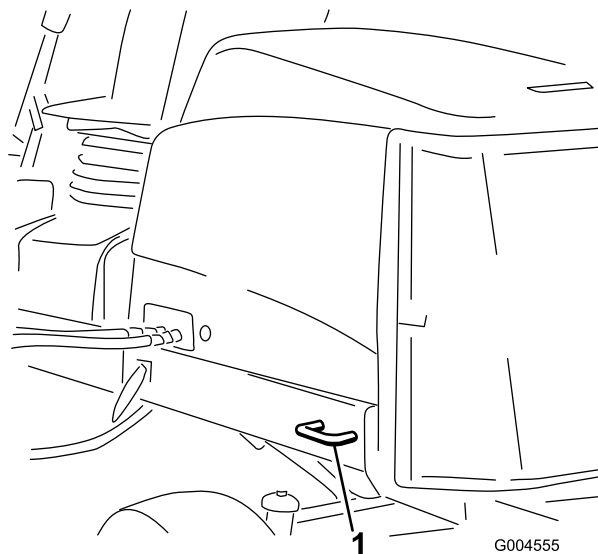

Figura 41
- **Parte posteriore della macchina** – Ogni lato della macchina sul telaio posteriore (Figura 41).